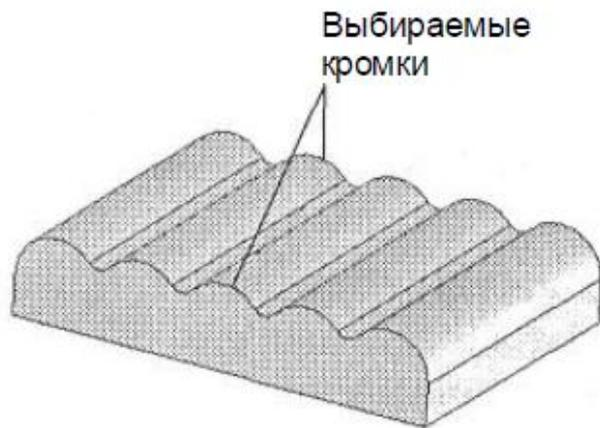

Рис. 4.16. Выбираемые кромки
2. Добавьте Скругления к базовому элементу (рис. 4.16 и 4.17).
1. Вызовите менеджер свойств Скругления, поверните модель и выберите кромки базового элемента (рис. 4.16).